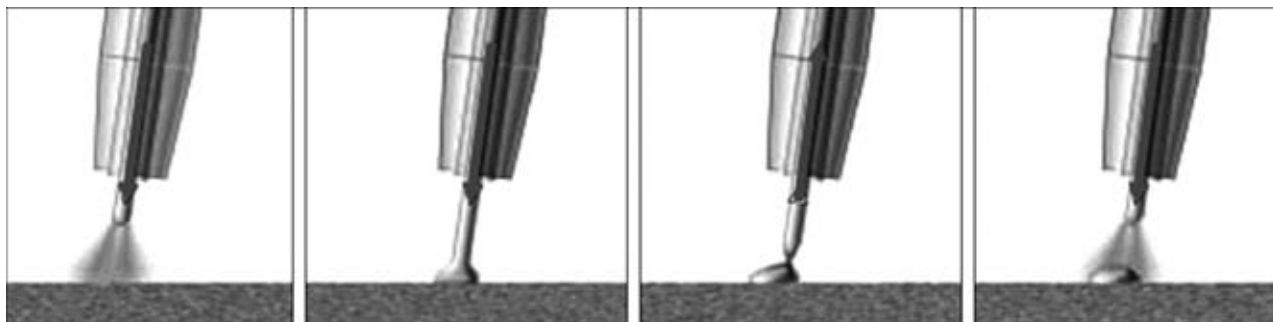

Рис. 4. Обратное движение проволоки, способствующее отрыву капли
*Блоки подачи проволоки включены в систему регулировки процесса.* Данная инновация влияет на весь сварочный процесс, так как впервые блоки подачи проволоки непосредственно включены в систему его регулировки. Цифровая система процесса фиксирует возникновение короткого замыкания и путем отвода проволоки помогает отделению капли (рис. 4). Все это происходит в режиме цифрового управления, в чем и заключается первое значительное различие от традиционной сварки короткой непрерывной дугой.